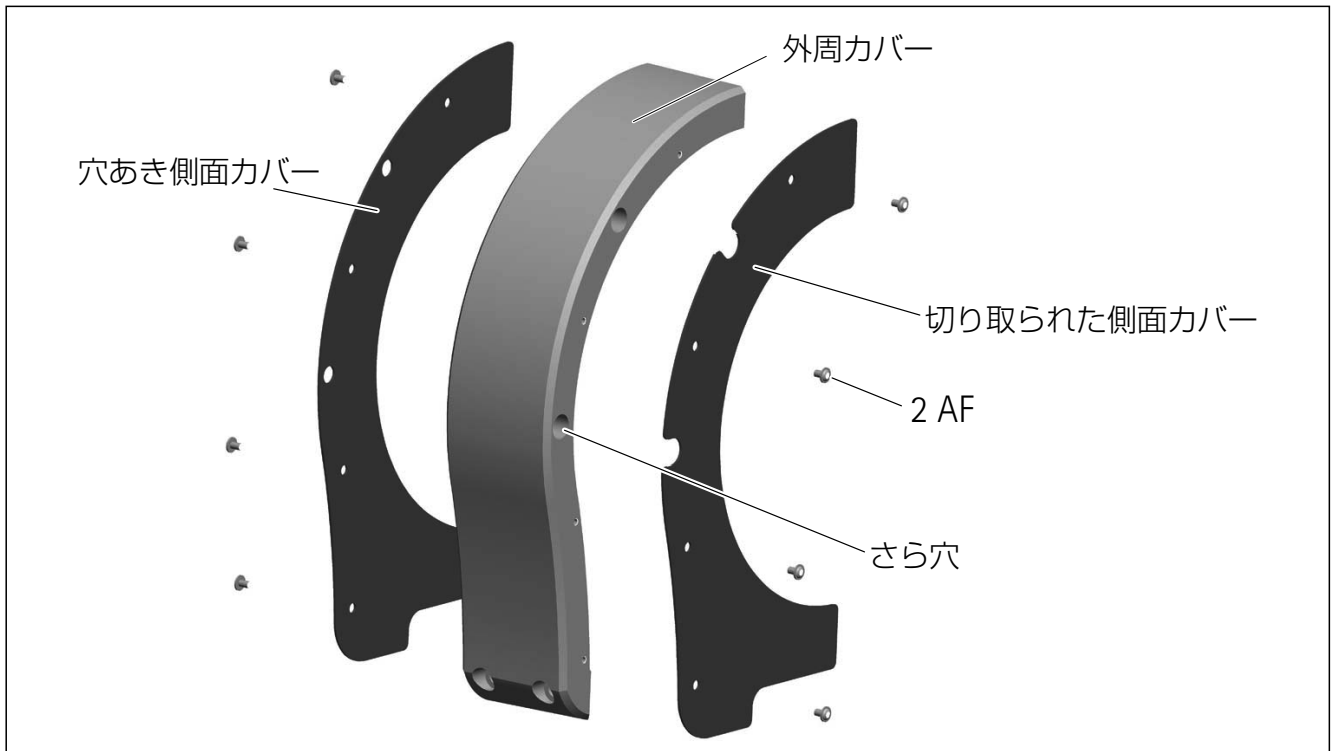

図6.7：カバーの取付け
4. 外周カバー上に側面カバーをねじで締結する。（六角ソケット、2AF：締めつけトルク $MA=1\text{N}\cdot\text{m}$ ）さら穴がある外周カバーの側面に、切り取りがされた側面カバーを取り付ける必要があります。（図6.7参照）